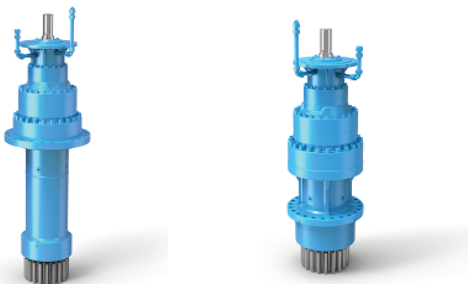
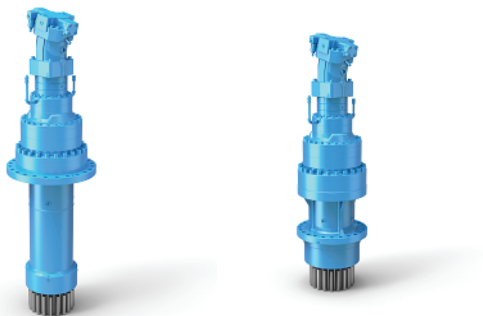

图1 电机驱动
图2 液压马达驱动
- ◆ 齿轮箱的驱动单元既可以是电机也可以是液压马达，如图1、图2。